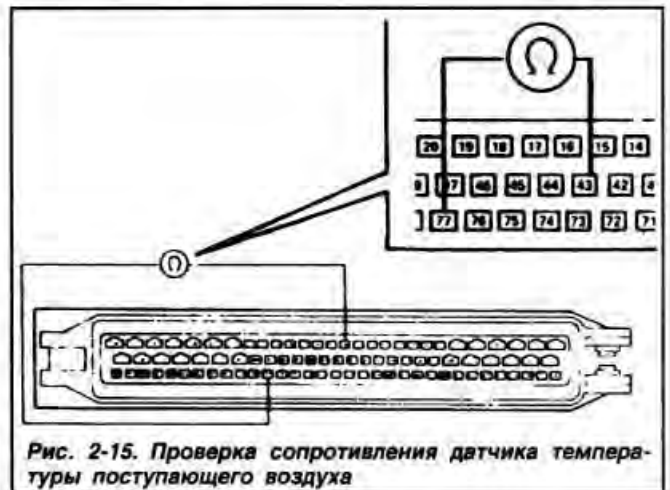

Рис. 2-15. Проверка сопротивления датчика температуры поступающего воздуха
- Присоединить омметр к выводам «43» и «77» соединительной колодки (рис. 2-15), измерить окружающую температуру